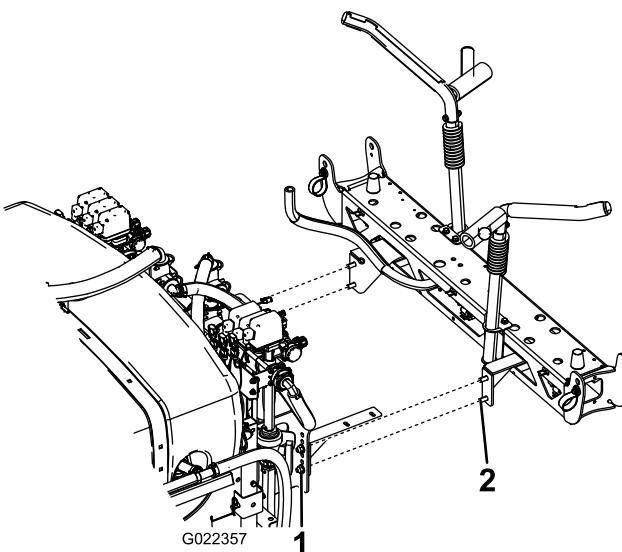

Figura 19
- Montate il gruppo della barra centrale attraverso il terzo foro a partire dal basso delle staffe sul gruppo impianto di irrorazione, come illustrato nella Figura 19, con 4 bulloni ($\frac{1}{2}$ " x $1\frac{1}{4}$ ") e 4 dadi di bloccaggio ($\frac{1}{2}$ ").